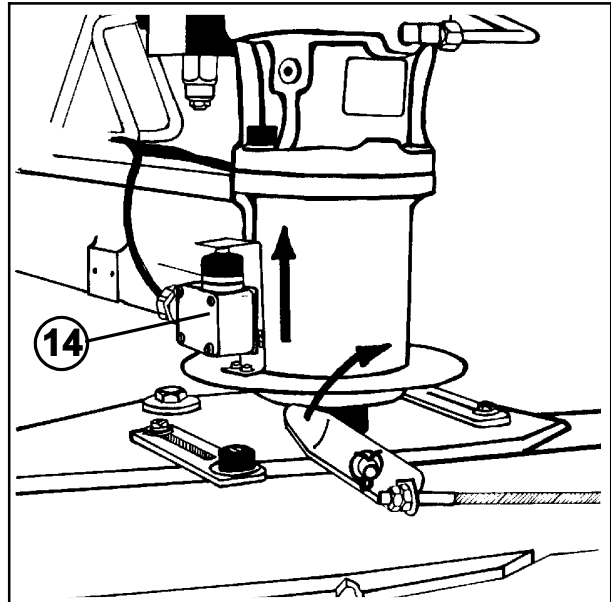

Fig. 5-2
Den andre enden av strekkfjæra festes deretter i øyeskruen på braketten, (bruk en tang), og wiren festes mellom sikkerhetsbøyle og vippearmen ved sveivakslingen. (Fig. 5-2).
- 5.4 Den består av en utløserbøyle som via en wire er forbundet med en fjærbelastet vippearms, og som igjennom en glideplate aktiverer en liten elektrisk bryter. (14, fig. 5-2). Straks strømkretsen brytes, stenges oljestrømmen, og alle funksjoner stopper. Dette indikeres ved at det vises **STOP** i displayet. (Se kapittel 7.4).